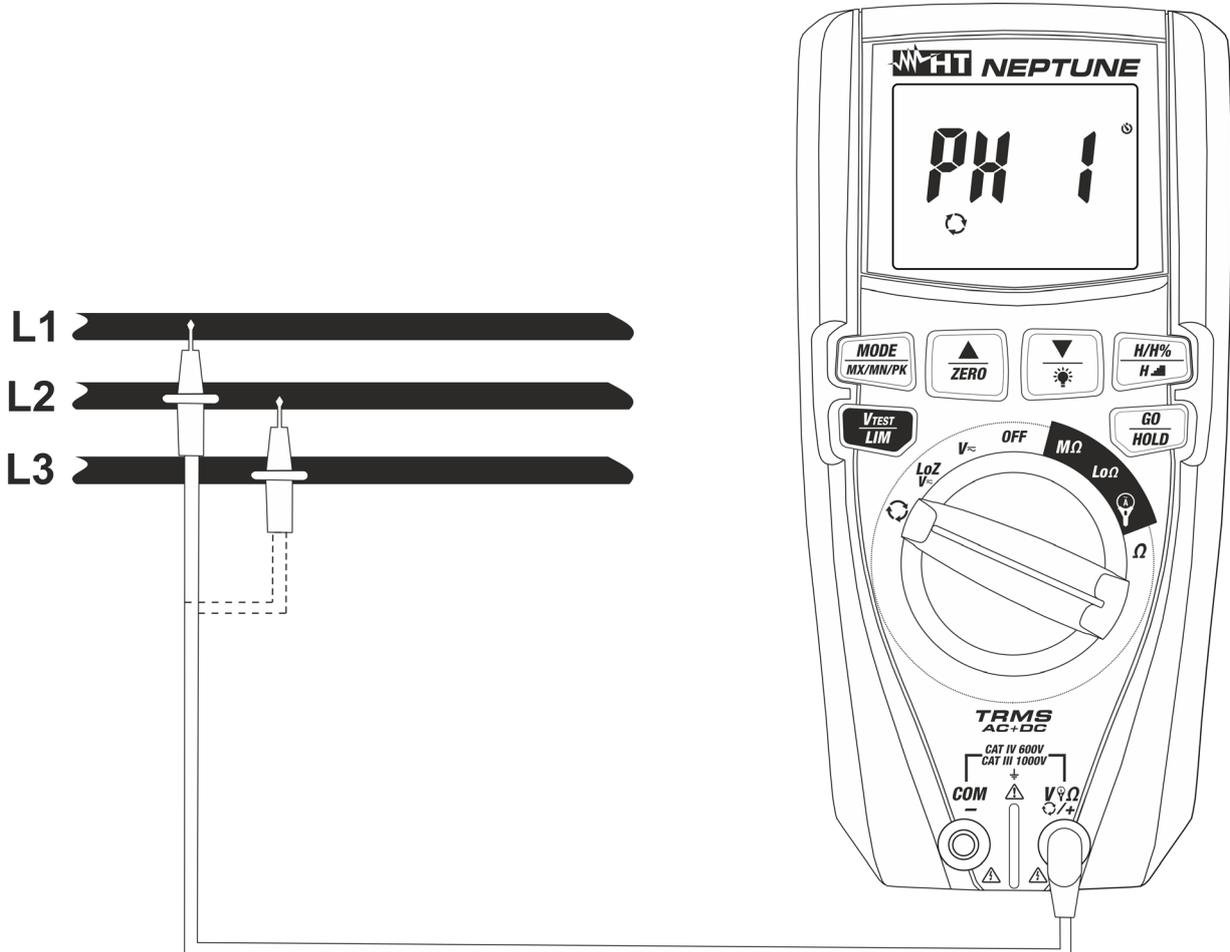
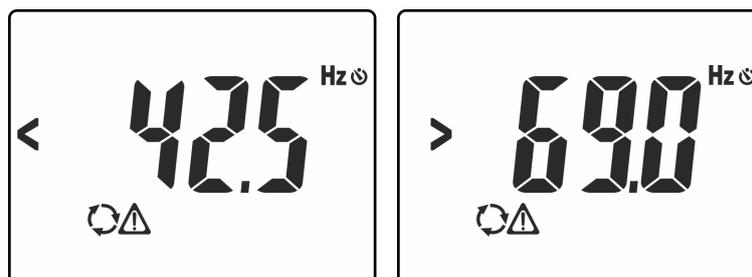

Fig. 10: Uso do instrumento para efetuar o teste de sentido cíclico e concordância das fases
Fig. 11: Sinalização de tensão com frequência errada
3. Colocar a ponteira vermelha na fase **L1** do sistema trifásico em exame (ver Fig. 10). As seguintes mensagens podem aparecer no display (ver Fig. 11) para identificar a presença de um sinal de tensão com frequência externa no intervalo **42.5Hz ÷ 69Hz**. Nestas condições o instrumento não executa o teste